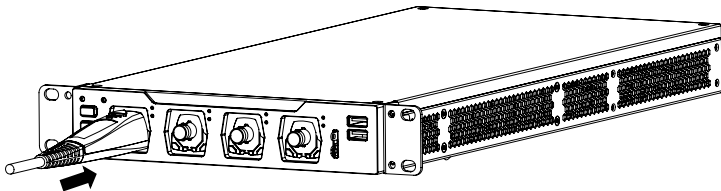

图 7 连接有源探头
2. 将有源探头放大器的另一端连接至示波器前面板的模拟通道输入端，如图 7 所示。注意将探头推到紧闭的位置。